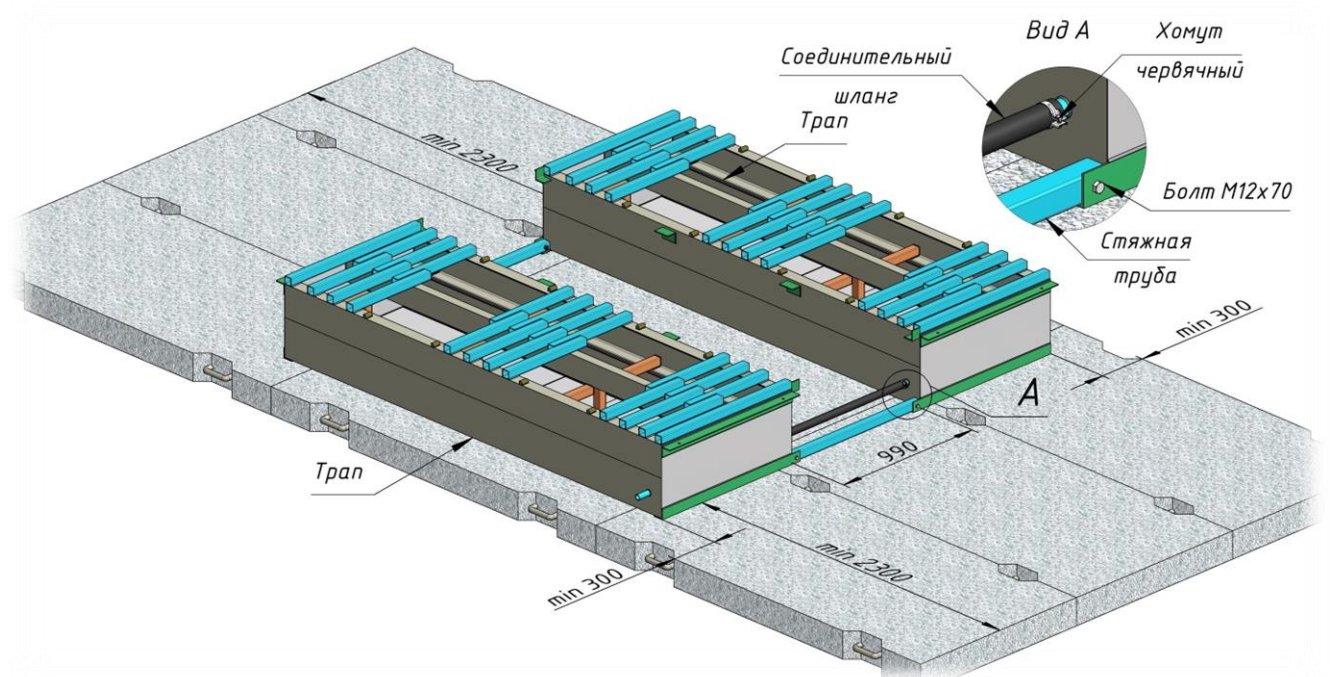

Рисунок 2
– устанавливаются трапы на расстоянии 990 мм друг от друга, таким образом, что бы минимальные расстояния от трапов до края площадки составляли 2.3 метра спереди/сзади и 0.3 метра справа/слева. Далее трапы соединяются между собой двумя стяжными трубами с помощью четырех болтов M12x70/шайб 12/гаек M12 и соединительным шлангом, который затягивается червячными хомутами (смотри рис. 2);